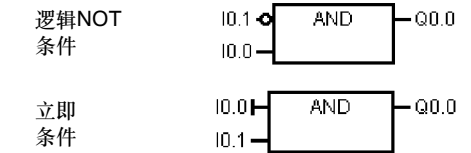

图5-5 FBD惯例
- ☐ 反向圈: 操作数或者能流的负逻辑或者反向输入表示为在输入端加一个小圆圈。在图5-5中，Q0.0等于I0.0的非和I0.1与的结果。反向圈仅用于能够作为参数或能流的布尔信号。
- ☐ 立即输入: 如图5-5中所示，在FBD编辑器中，用在FBD指令输入端加一条垂直线的方法来表示布尔操作数的立即输入。立即输入直接从物理输入点上读取数据。立即操作数只能用物理输入点。